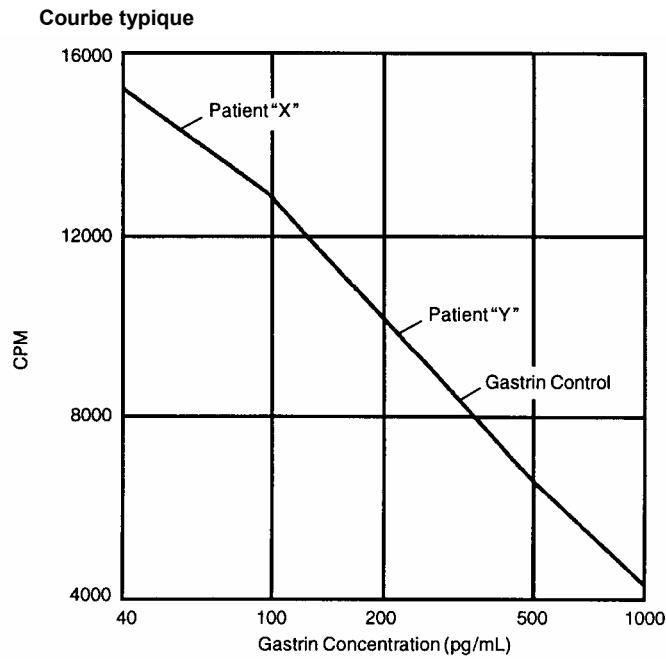

FIGURE 1
- 10.3** Dessinez la courbe la plus précise possible. Des données typiques et une courbe d'étalonnage sont présentées à la FIGURE 1 et au TABLEAU III.